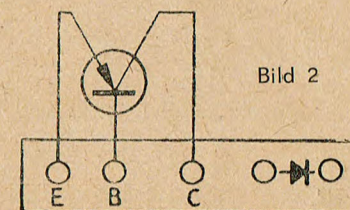

Bild 2
Wenn ein Transistor geprüft werden soll, ist die Kenntnis seiner Zonenfolge („pnp“ oder „npn“) wichtig (s. Punkt 3.3.3.2. und Punkt 3.3.3.3.). Ferner sollte man sich, z. B. durch Benutzung des Umschalters (6) „Transistor“-„Diode“ vergewissern, daß die Kollektorstrecke bei richtig gepolter Spannung kein Kurzschlußverhalten zeigt (s. Punkt 3.3.3.4.). Im allgemeinen sind diese beiden Forderungen erfüllt und nach Anschluß des Transistors an die entsprechenden Buchsen (3) kann mit der Messung begonnen werden (hierzu Bild 2).